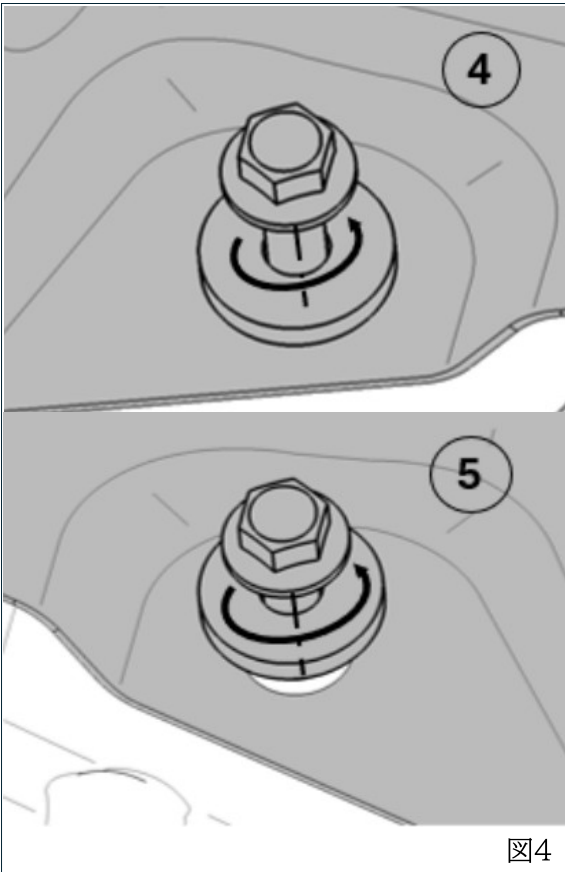

図4
- (1) 図4の④と⑤のボルトとワッシャーを取りはずす。
(2) ⑥、⑦、⑧、⑨のボルトとワッシャーを取りはずす。